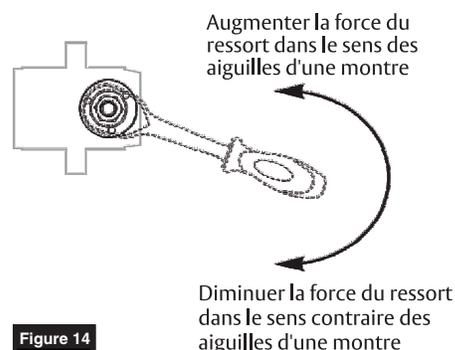

Figure 14
1. À l'aide d'une clé à douille de 1/2 po avec douille de 3/4 po de profondeur, tourner l'écrou à l'extrémité du tube du ferme-porte à la force désirée. (Figure 14)